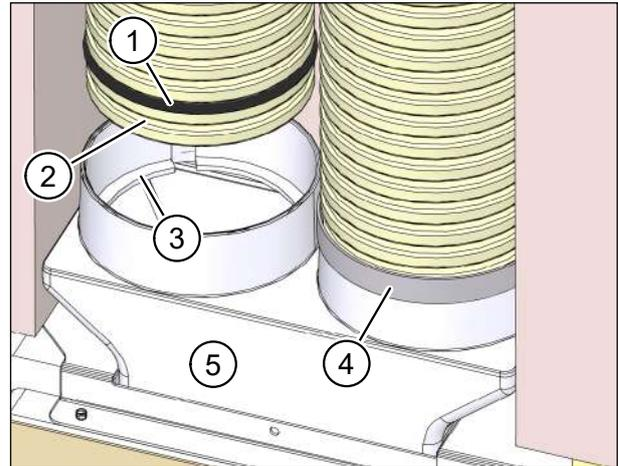

Abb. 29: Flexrohrverbindung mit Dichtband fixieren
- ▶ Setzen Sie Dichtringe (Pos. 1 in Abb. 29) in die zweite Rille am Flexrohr ein. Diese sind als Zubehör M-WRG-FR-DR75 (Art.-Nr. 5056-41/75) erhältlich.
- ▶ Setzen Sie die Flexrohre in die Öffnungen des Flexrohranschlusses ein. Stellen Sie sicher, dass die erste Rille am Flexrohr (Pos. 2 in Abb. 29) im Rastring (Pos. 3 in Abb. 29) des Flexrohranschlusses einrastet.
- ▶ Empfehlung: Dichten Sie die Verbindungsstelle mit einer Lage Dichtband von 30 mm Breite ab (Pos. 4 in Abb. 29).
- ▶ Setzen Sie den Flexrohranschluss (Pos. 5 in Abb. 29) in die Öffnung am Mauerkasten ein.